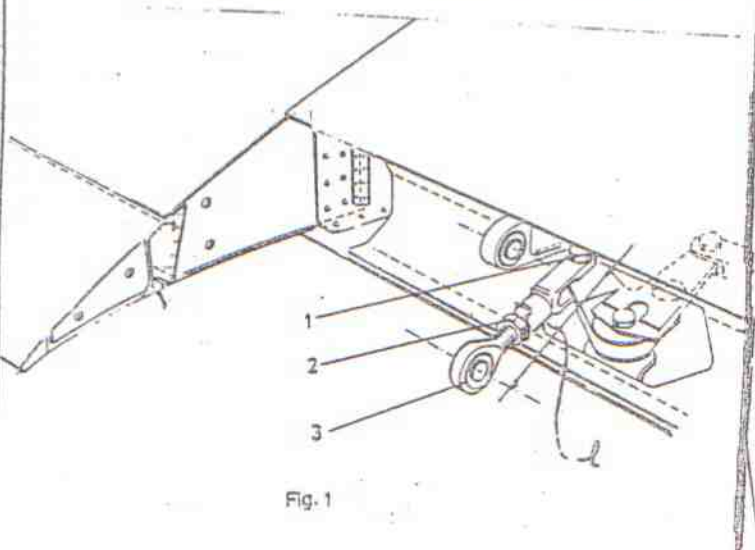
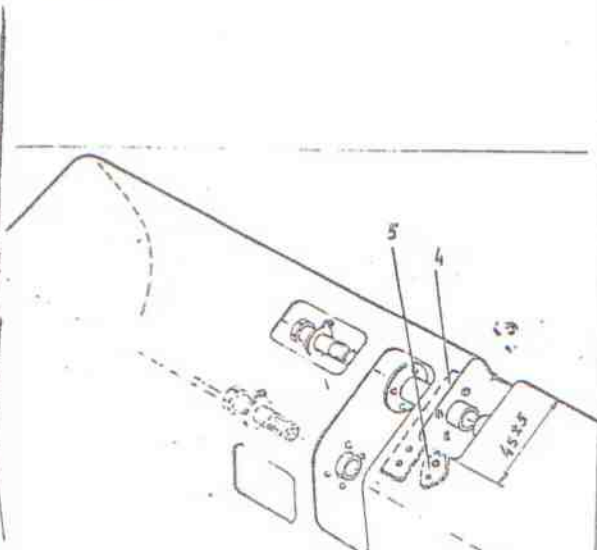

Fig. 1
Fig. 2
4.2.2 Detaljprogram. (Se även fig 2)
- Lossa stötstäng från hävarmen i vingen genom att lossa mutter och skruv (1)
- Mät upp stötstängens längd enligt fig 1 för att undvika senare justeringar vid uppmätningen
- Lossa ändstycket (3)
- Kontrollera nitningen av förstärkningen (4) i fig 2. Antalet nitar (5) får inte underskrida 2 stycken genom bortfräsning. Vid behov skall ny nit monteras.